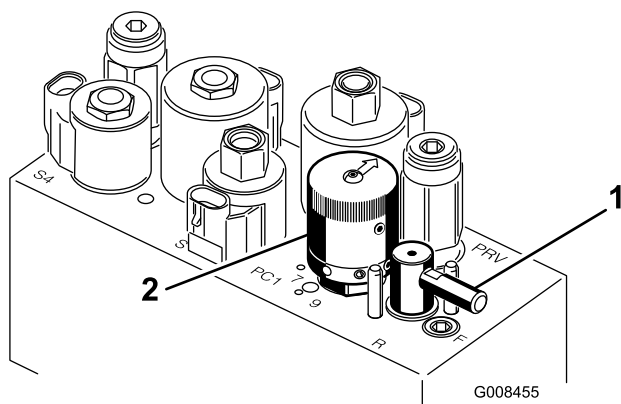

Рисунок 49
5. Поверните рычаг полировки обратной стороны в положение (R) (Рисунок 49).
6. Поверните регулятор частоты вращения барабана в положение 1 (Рисунок 49).